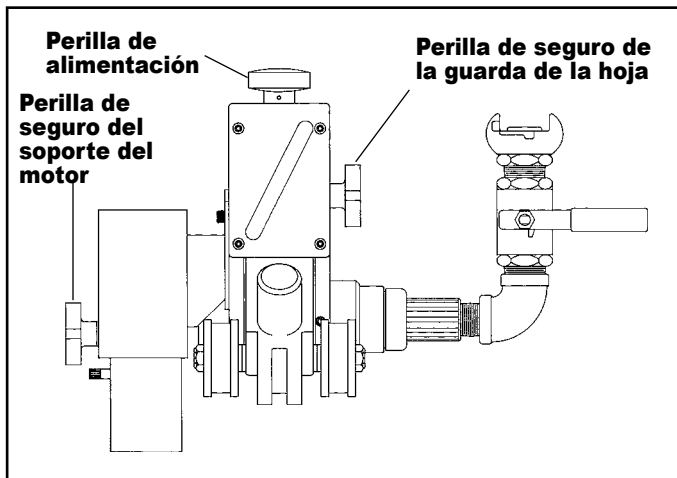

FIG. 4
1. Afloje la perilla de seguro del soporte del motor (Fig. 4)
2. Haga girar la perilla de alimentación en sentido antihorario para retraer el soporte del motor hasta su posición más elevada. (Fig. 4)
2. Gire en sentido horario la perilla de alimentación del cortatubos. (Fig. 4) Haga bajar el motor y el cortatubos para que estén cerca del tubo, pero sin tocarlo. La perilla de seguro del soporte del motor deberá quedar apretada, pero permitir que el soporte se deslice.
- 2.\* Conociendo el espesor del tubo que va a cortar, gire la perilla de alimentación en sentido horario, (Fig. 4) hasta que el apuntador indique que el cortatubos está a la profundidad deseada. Permita cuando menos ¼" de hoja más allá de la profundidad del corte.
\*La excepción a esto sería si el cortador de bisel se estuviera usando en plástico, entonces el cortador se accionaría hasta que el cortador de bisel comenzara a cortar. En este punto el apuntador calibrador de profundidad se podría usar para determinar la cantidad de bisel. Un accionamiento a fondo produce un bisel de 15/16" . (Fig. 4)
3. Apriete la perilla de seguro del soporte del motor (Fig. 4)
4. Apriete la perilla de seguro de la guarda de la hoja aproximadamente a 1/8" del tubo (Fig. 4)